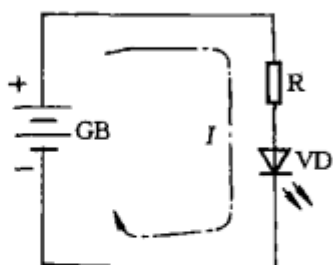

图 3-42
(1) 发光二极管的典型应用电路如图 3-42 所示， R 为限流电阻， I 为通过发光二极管的正向电流。发光二极管的管压降一般比普通二极管大，约为 $2V$ ，电源电压必须大于管压降，发光二极管才能正常工作。